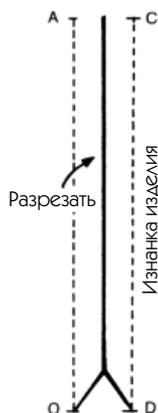

Рис. 435
10. Возьмите ваше изделие с изнаночной стороны и сделайте разрез между двумя строчками, затем продолжите его до угла к D и O (рис. 435).